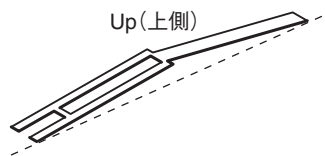

Fig. 24-1 (図24-1)
- \* **Be careful of the direction of the spring. It should be installed with its projecting end facing upward.** (Fig. 24-1)
- ※ スプリングの向きに注意してください。スプリングは、図 24-1 のように上側が凸になるように取り付けます。